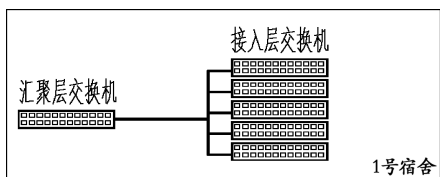

图 15-123 1 号宿舍示意图
(1) 绘制 1 号宿舍示意图。单击“默认”选项卡“块”面板中的“插入块”按钮，将交换机摆放成如图 15-123 所示的位置，单击“默认”选项卡“绘图”面板中的“多段线”按钮，将它们连接起来；单击“默认”选项卡“绘图”面板中的“矩形”按钮，在外轮廓上绘制一个矩形，并添加文字注释，表示这个部分为 1 号宿舍。